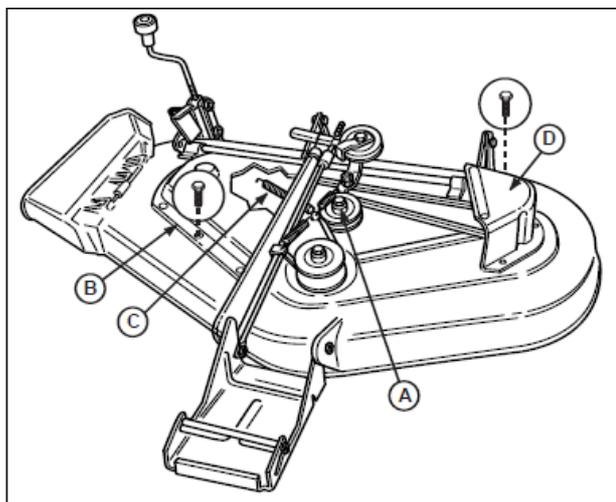

図 43 44", 50" モアデッキ
3. 右側の被いカバー (図 43 の B) を固定しているキャップスクリュを外してください。左側の被いカバー (D) を固定している3つのキャップスクリュを外してください。
4. 一對のロックプライヤまたはスプリングプーラーを使って、デッキの-slotから、アイドルプーリースプリング (図 43 の C) を外してください。
5. アイドラプーリーをブラケットに固定しているキャップスクリュ (図 43 の A) を緩めてください。ベルトは、プーリーとアイドルプーリーハブの間にすべり込むことができます。
7. キャップスクリュ (図 43 の A) を締め付けてください。
8. スプリング (図 43 の C) をモアデッキの-slotに取り付けます。
9. 左右の被いカバー (図 43 の B, D) を取り付けます。